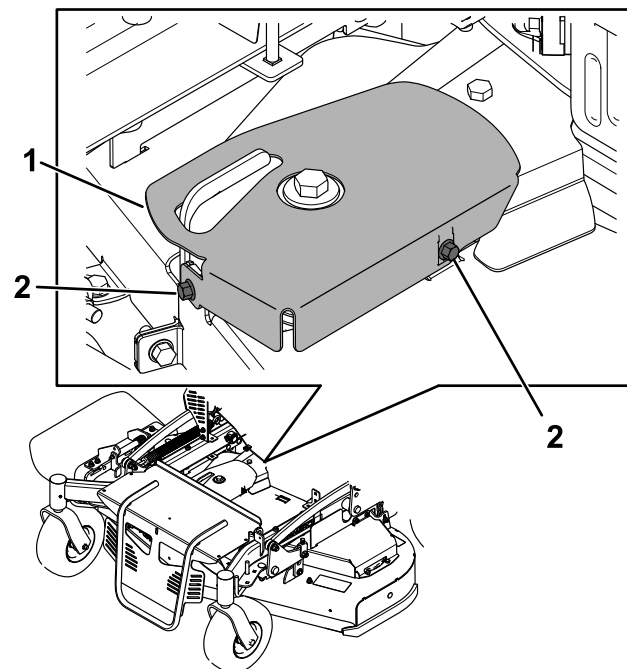

Рисунок 37
2. Снимите кожух натяжного шкива (Рисунок 37).
4. Установите кожух натяжного шкива (Рисунок 37).